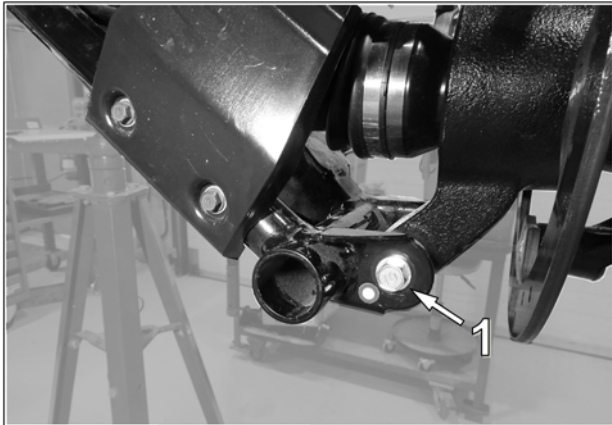

Fig. 4
4. Dévisser et retirer le boulon (1) qui relie le bras de suspension inférieur arrière au moyeu de roue. Voir la Fig. 4